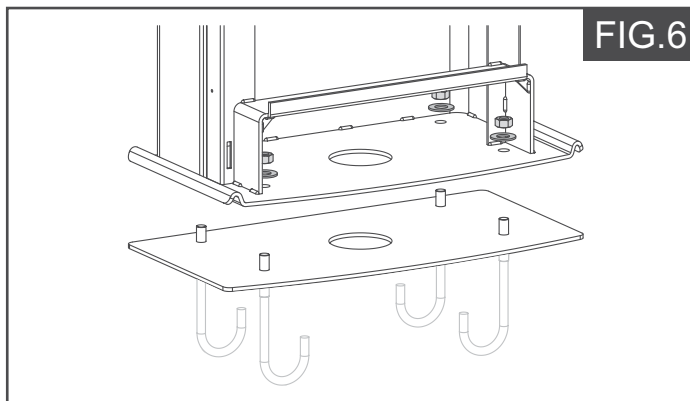

FIG.6
- 6.- Coloque el armazón sobre los cuatro tirantes roscados como se indica en la (Fig. 6) y apriete las cuatro tuercas de fijación.